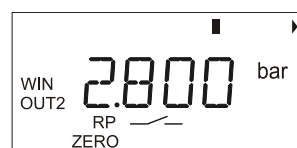

Fig. 28. Affichage visualisé après avoir tourné le BPR
Après avoir tourné le BPR d'une autre coche dans le sens horaire, l'affichage suivant est visualisé où vous trouverez les informations sur le point de commutation inversée (RP) de la sortie 2 (voir l'exemple de Fig. 28; dans ce cas, OUT2 est configurée comme commutateur de 0 V N.O. pour fenêtre de contrôle de la pression, avec un point de commutation inversé à 2 800 bars).